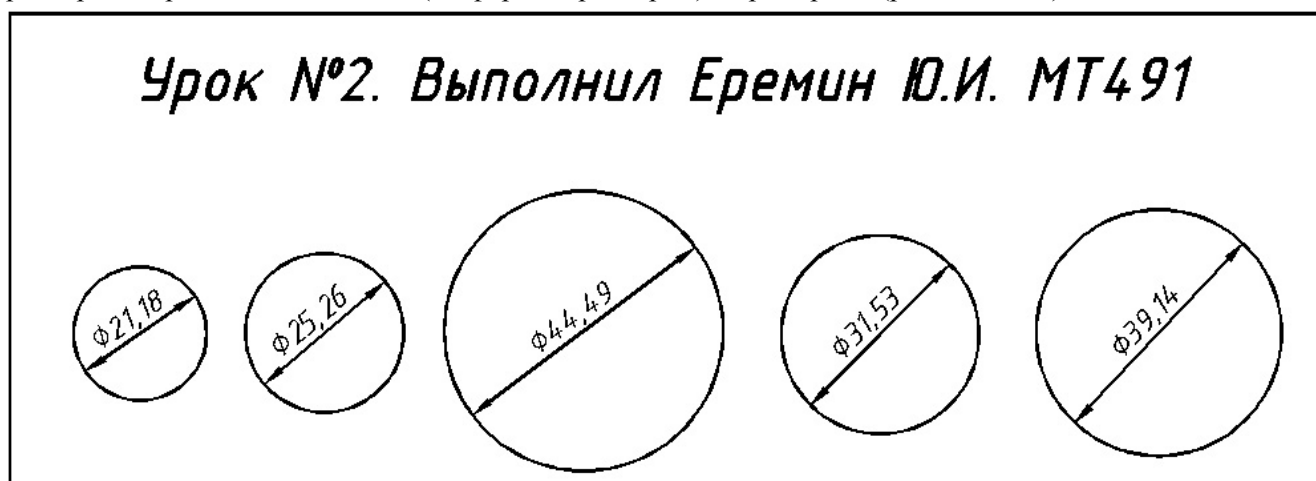

Рис. 3.1. Окружности, заданные диаметрами
3.2.1. Начертить пять окружностей, заданных размеров. Создать размерный стиль. Проставить размеры в строгом соответствии (по форме и размерам) с примерами (рис. 3.1 и 3.3).
Координаты центров приведены для того, чтобы окружности не пересекали друг друга и не выходили за габартный прямоугольник (см рис. 3.1).
Построив окружности в соответствии с заданием (см. рис. 3.1), перейдите к простановке размеров их диаметров. Перед простановкой размеров, следует настроить *размерный стиль*.